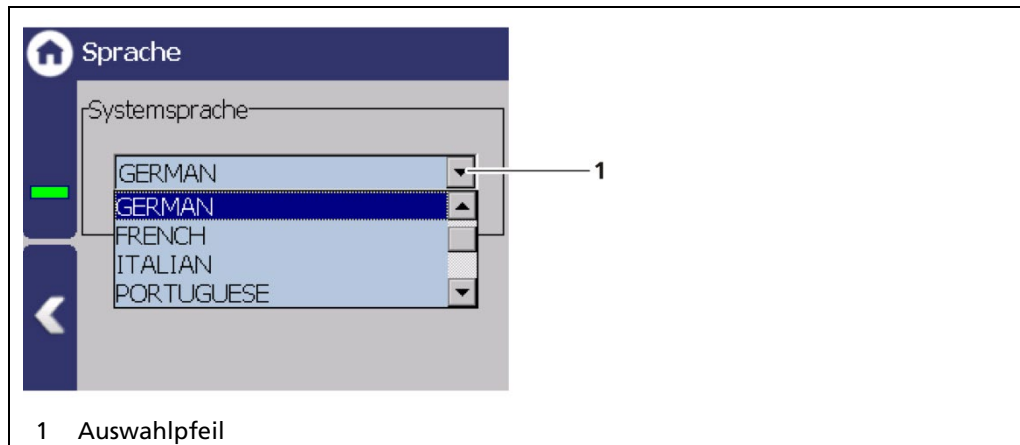

Abb. 45 Sprache
1. Klicken Sie auf den Auswahlpfeil (Abb. 45, Pos.1) und wählen Sie eine Sprache aus.